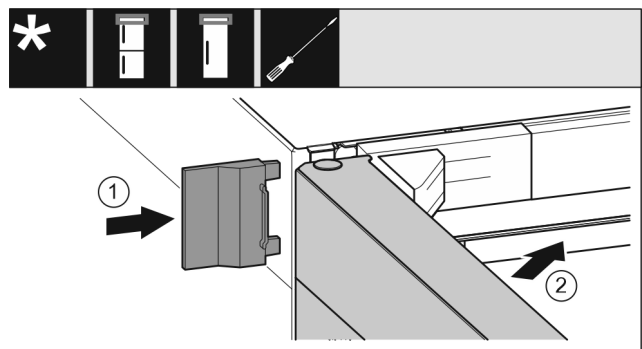

Fig. 22
- ▶ Työnnä ulompi suojus paikalleen. Fig. 22 (1)
- ▶ Sulje ylempi ovi. Fig. 22 (2)